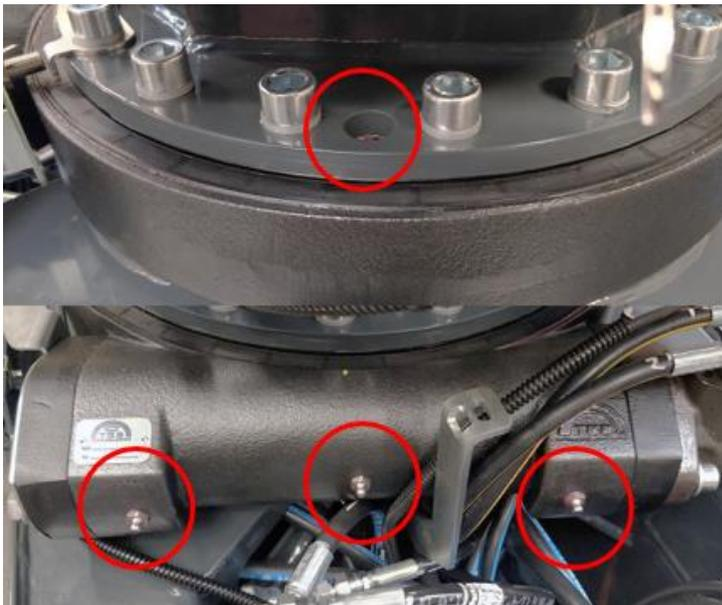

Abbildung 15: Schmier des Drehkranzes
Der Drehkranz der Zugangsplattform muss monatlich gemäß dem Wartungsplan geschmiert werden. Es ist zu beachten, dass der Drehkranz **vier (4) getrennte Schmierstellen besitzt** (Bild 15), die alle einzeln geschmiert werden müssen. Die 3 Schmiernippel an der Hinterseite des Drehkranzes sind mit dem Getriebe und dessen Lagern verbunden. Ein (1) Schmiernippel auf der Oberseite des Drehkranzes (ein Loch im Sockel) ist mit den Kugellagern des Drehkranzes verbunden. Beim Anwenden von Schmierfett an diesem Schmiernippel ist es wichtig, es um das ganze Lager herum aufzutragen: Nach dem Auftragen von Schmierfett drehen Sie den Drehkranz um ca. 20 Grad und fetten Sie erneut. Wiederholen Sie dies, bis der Ring einen vollen Kreis durchlaufen hat (360 Grad).